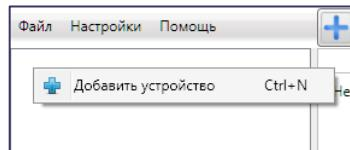

Рисунок 4.3 — Регистрация контроллера вручную
- щелкните правой кнопкой мыши по свободному месту в области дерева устройств программы Конфигуратор Профессионал (см. 4) и в появившемся меню выберите *Добавить устройство* (см. рисунок 4.3);